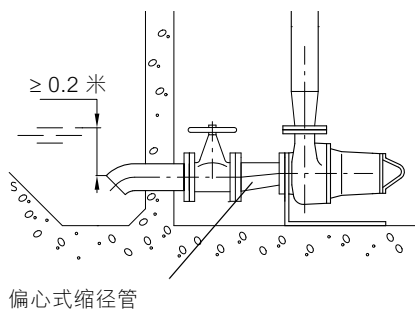

图 10 偏心缩径管
水平安装水泵时，我们建议在进水管与水泵之间安装减径管。安装时，应安装偏心式的缩径管，以确保校正装置面向上方。这样便可避免进水管内聚集大量空气，并排除干扰作业的危险。见图 10。
1. 为防止潜水泵的气蚀和振动，停止开关必须以泵停止前液位低于泵壳的顶部的方式安装。作为水泵干式安装的基本法则，最低停机液位必须在进水管开口位置以上不小于20 cm处。见图 10。